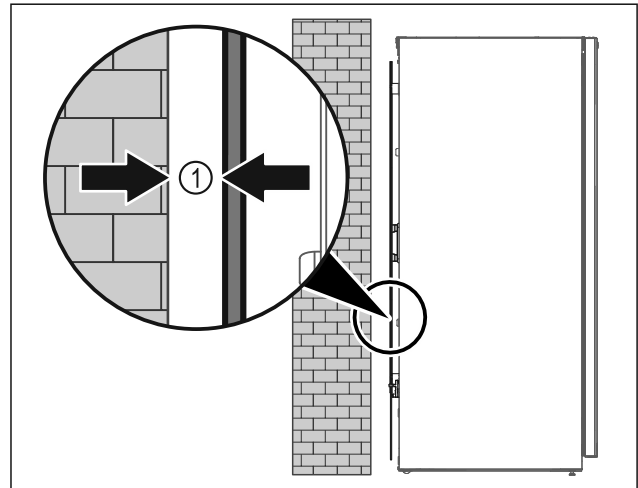

Fig. 37
- Gerät entweder frei im Raum oder direkt an einer Wand mit einem Mindestabstand von 5 mm Fig. 37 (1) aufstellen.